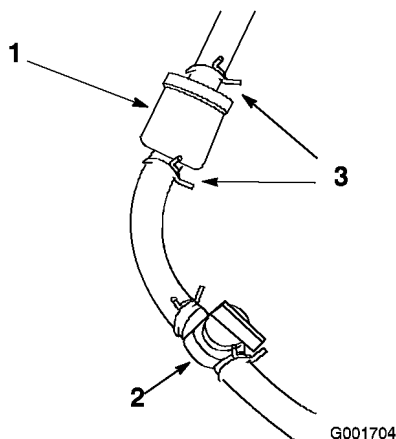

Figura 36
3. Cierre la válvula de cierre de combustible (Figura 36).
4. Afloje la abrazadera que está cerca del filtro de combustible y deslícela por el tubo, alejándola del filtro (Figura 36).
5. Retire el tubo de combustible del filtro (Figura 36). Abra la válvula de cierre del combustible y deje que la gasolina se drene en un recipiente.
6. Instale el tubo de combustible en el filtro de combustible. Acerque la abrazadera al filtro de combustible para fijar el tubo de combustible (Figura 36).